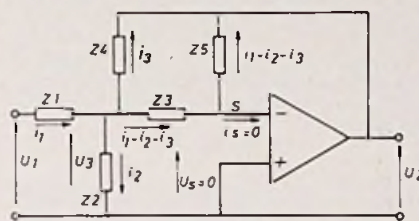

Fig. 2.1. Rauchfilter.
In fig. 2.1 is het rauch filter in zijn meest algemene vorm weergegeven. Door Z1 t/m Z5 op een geschikte manier door weerstanden en condensatoren te vervangen kunnen alle bekende filtertypen worden gerealiseerd. De afleiding van de overdracht van dit netwerk verloopt als volgt:
- d. Met gebruikmaking van de bovenstaande benaderingen kunnen we een aantal vergelijkingen voor het netwerk opstellen. Als we U1 bekend veronderstellen blijven er nog 5 onbekenden in fig. 2.1 over. We moeten dus 5 onafhankelijke vergelijkingen opstellen. bijv.: